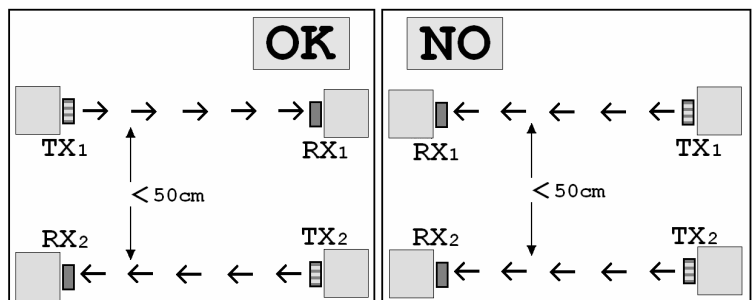

FIG. 5
- Se si installano 2 coppie di fotocellule con una distanza inferiore a 50cm (tra i due raggi infrarossi), installare i due trasmettitori in modo incrociato (vedi fig.5) onde evitare interferenze tra le 2 coppie.